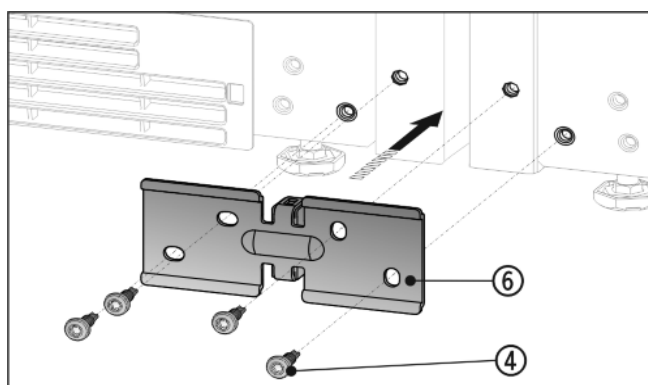

Fig. 8
- ▶ 使用间隔垫片将角 Fig. 8 (6) 推入设备之间，并使用四颗螺栓 Fig. 8 (4) 旋松。